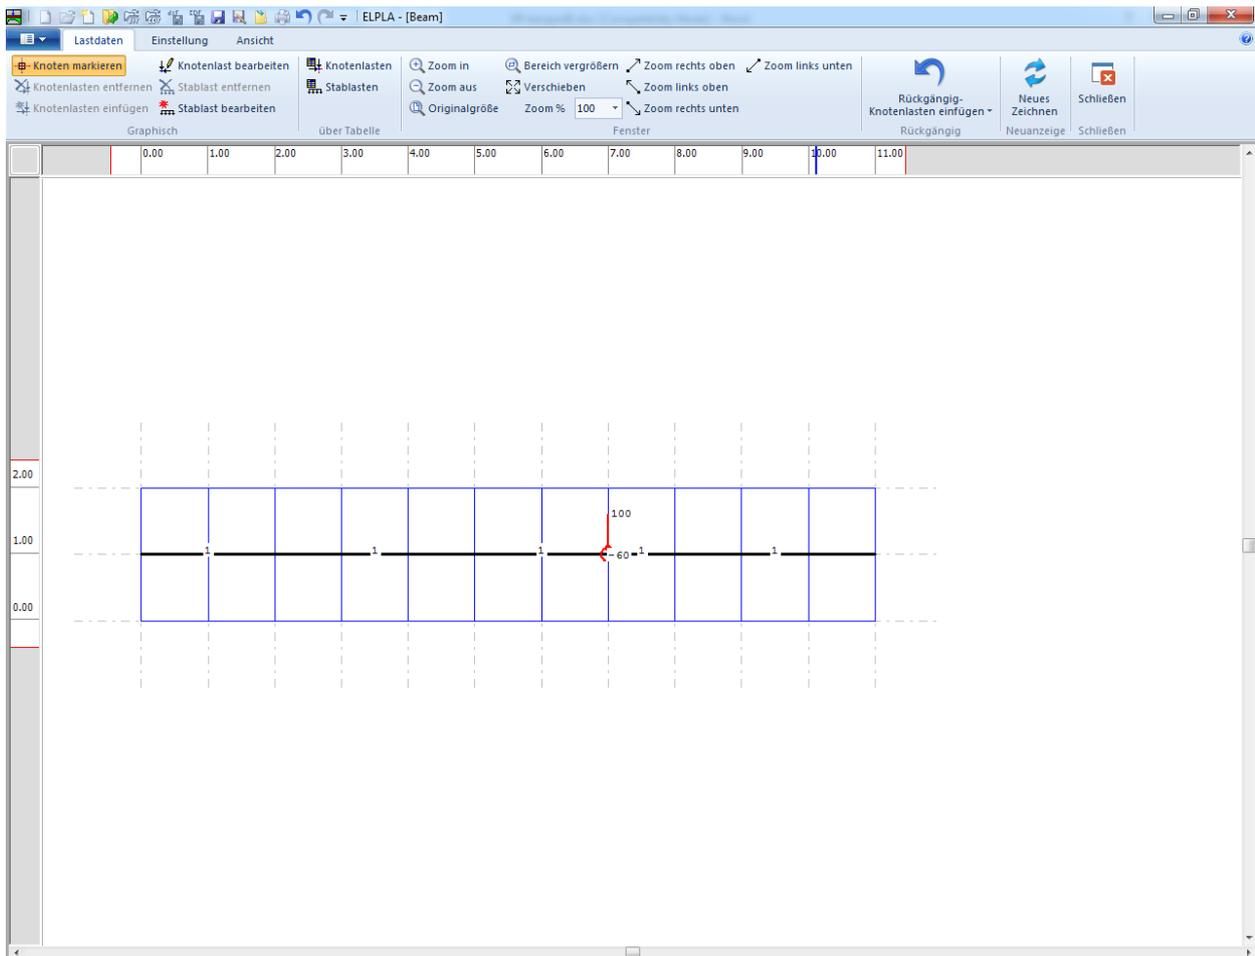

Bild 8.30 Knotenlasten auf dem Bildschirm
Nach der Definition der Knotenlast sollte der Bildschirm wie das folgende Bild 8.30 aussehen.
- Wählen Sie den Befehl "Speichern" aus dem "Datei"-Menü im Bild 8.30, um die Lastdaten zu speichern
- Wählen Sie "Schließen" aus dem "Datei"-Menü im Bild 8.30, um zum Hauptfenster des Programms *ELPLA* zurückzukehren